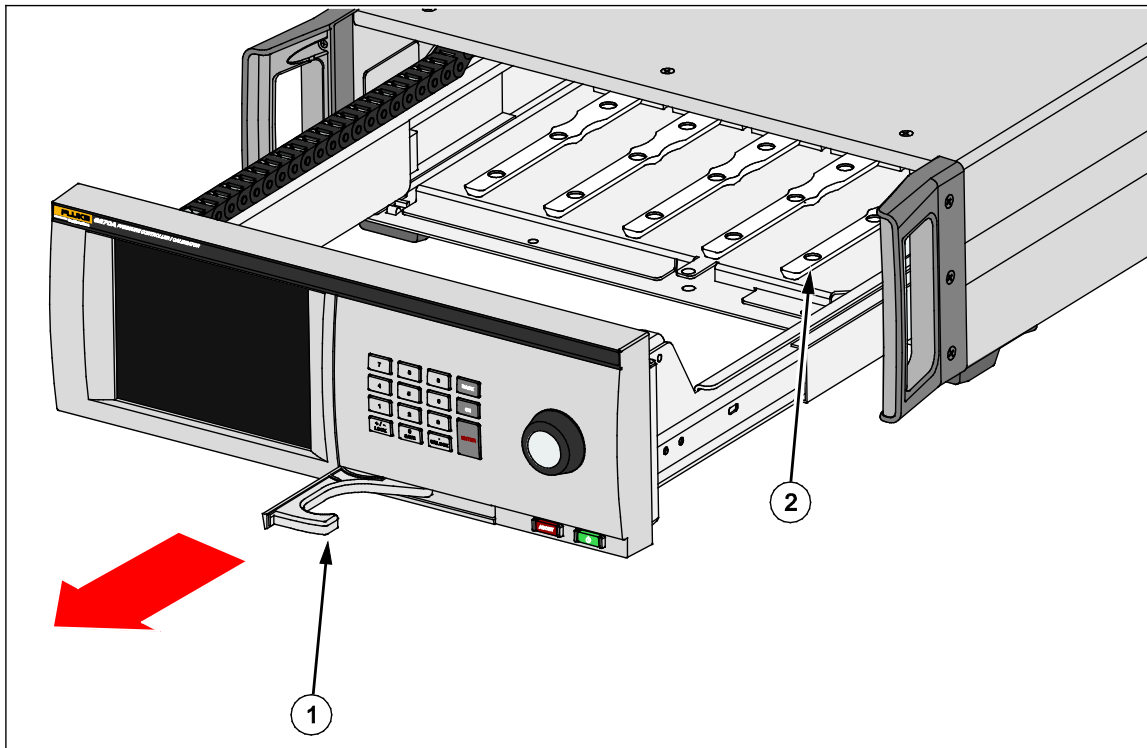

图 2. 模块托架
要检修模块托架，请参见图 2：
5. PMM 的底部有一个插槽，产品内壳底部的轨道卡入该插槽，请参见图 2（②）。将轨道和插槽对齐，然后将 PMM 滑入底座直至停止。参见图 3。